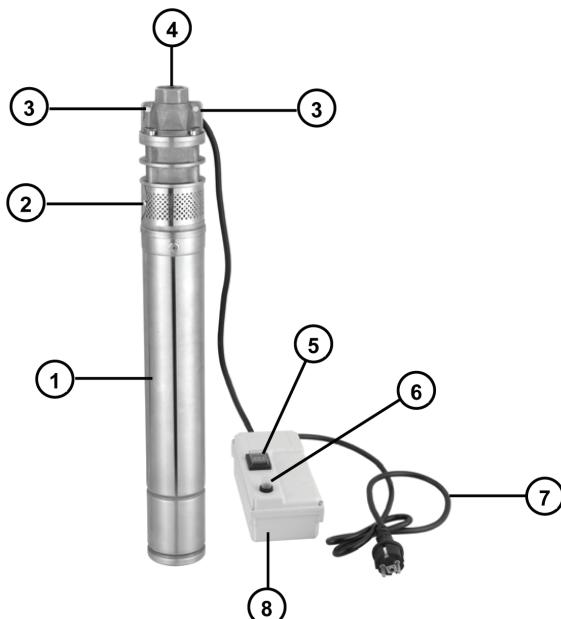

Рис. 1
Насос должен эксплуатироваться с блоком управления (рис. 1, поз. 1), входящим в комплект поставки. В конструкцию блока управления входит сетевой выключатель, устройство защиты насоса от перегрузки, пусковой конденсатор.
1. В проушины верхней крышки насоса (рис. 1, поз. 3) закрепите металлический трос (не комплектуется) необходимой для погружения насоса длины. Не погружайте нанос на глубину более чем 10 м от поверхности воды.
2. В резьбовое отверстие G1» напорного патрубка (рис. 1, поз. 4), установите штуцер или другой соединительный элемент трубопроводной арматуры (не комплектуется), закрепите шланг, либо трубу необходимой длины (не комплектуется), обеспечив герметичность соединения.
Включить насос, нажав клавишу выключателя (рис. 1, поз. 5) на корпусе блока управления.
При перегрузки насоса сработает термореле и отключит насос. В этом случае отключите насос выключателем (рис. 1, поз. 5) и дайте ему остывть. Для повторного запуска насоса необходимо нажать кнопку термореле (рис. 1, поз. 6) и включить насос выключателем на блоке управления.